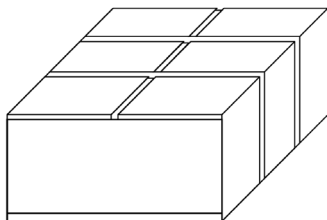

Рисунок 3.6. Размещение коробки
1. Аккуратно поместить коробку на твёрдую ровную поверхность (см. Рисунок 3.6).